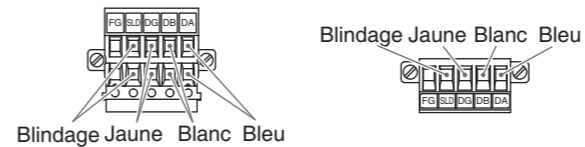

Figure 1
- (1) Connectez les câbles de signal aux broches affectées. Figure 1